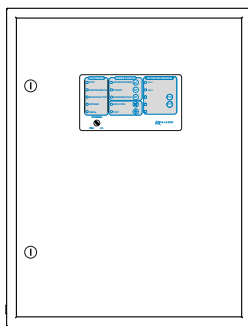

Рисунок 2 – Лицевая сторона ШУ
1.5.1 ШУ конструктивно выполнен в прямоугольном металлическом корпусе (Рисунок 2).